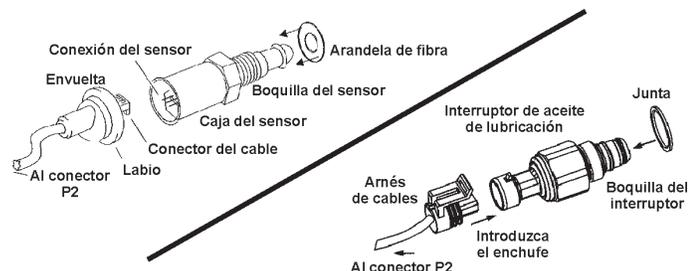

Figura 3: Instalación del Sensor y el Interruptor
- b. Coloque la arandela de fibra sobre la boquilla del sensor. (Vea la figura 3.) Moje la boquilla y la junta del interruptor con aceite.
3. Utilice el siguiente procedimiento para conectar el cable al sensor o el interruptor. (Vea la figura 3.) El sensor o interruptor puede ser diferente a los que se ilustran.